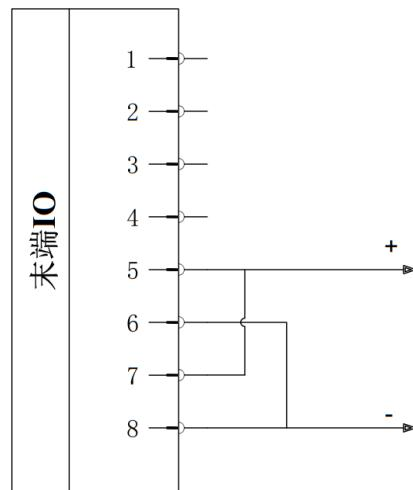

图 2-44: 双针模式 2 接线
- 2) 接线方法：如图 2-44，将电源线（5 灰色）与 TI1/TO1/PWR1 线（7 蓝色）连接，接地线（8 红色）与 TI0/TO0/GND1 线（6 粉红色）连接。